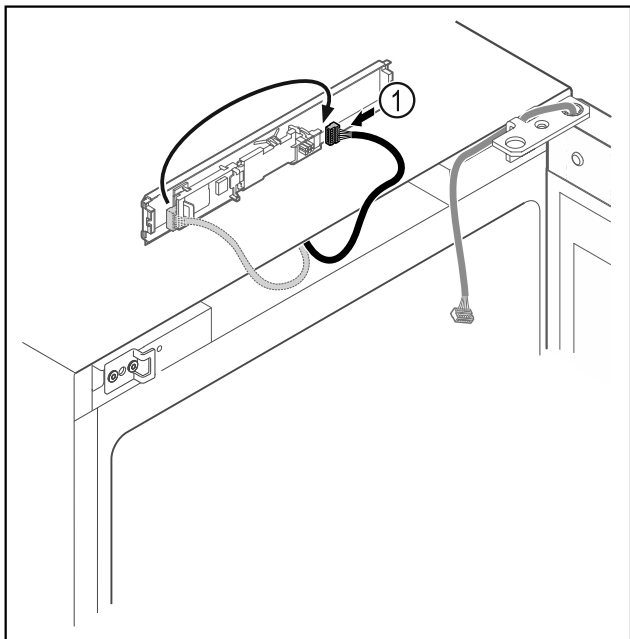

Fig. 20
- Scambiare la posizione del connettore Fig. 20 (1) sulla scheda.